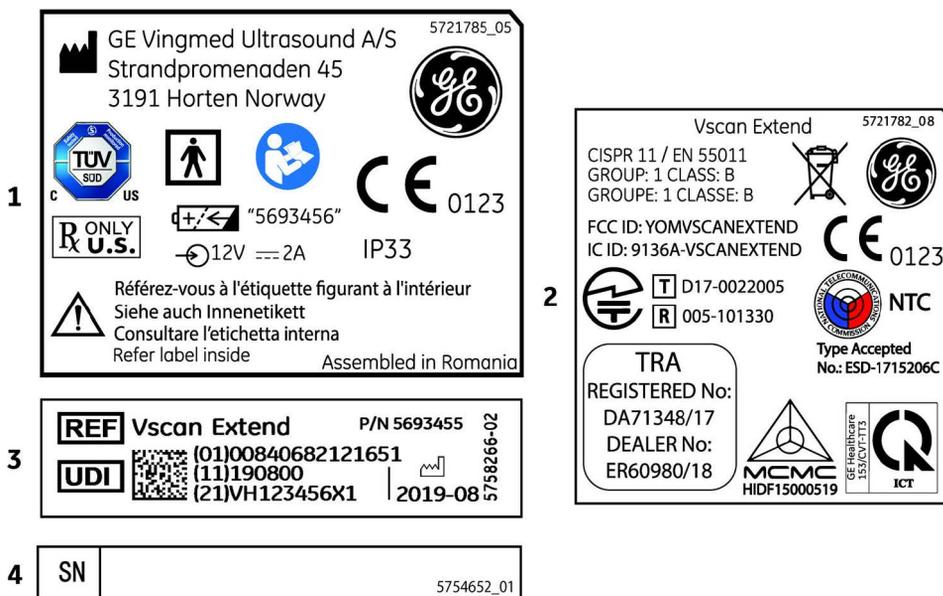

Abbildung 2-2. Vscan Extend-Typenschild
**HINWEIS:** Das auf Abbildung 2-2 gezeigte Schild ist lediglich ein Beispiel. Die Kennzeichnung ist je nach Land und geltenden Anforderungen unterschiedlich.